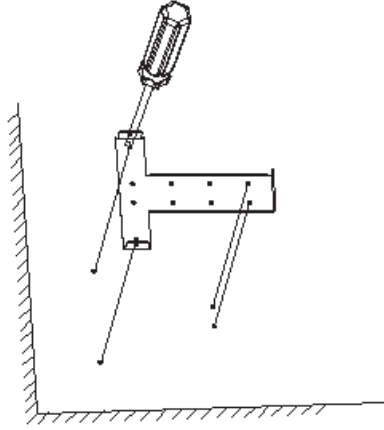

图 3-1
1. 用螺丝刀和 4MM 自攻螺丝将安装板锁紧至与墙面贴平，如图 3-1 所示